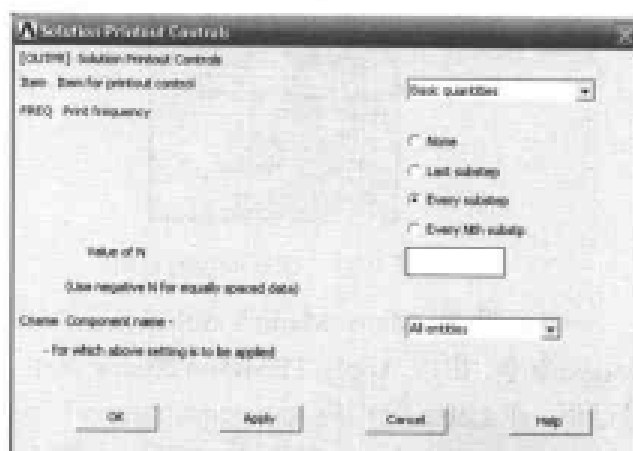

图 9-21 求解输出控制对话框
(12) 选择 Main Menu | Solution | Load Step Opts | Output Ctrl | Solu Printout 命令, 出现 Solution Printout Controls 对话框, 在 Item Item for printout control 下拉列表框中选择 Basic quantities 选项, 在 FREQ Print frequency 选项组中选中 Every substep 单选按钮, 如图 9-21 所示, 单击 OK 按钮关闭该对话框。